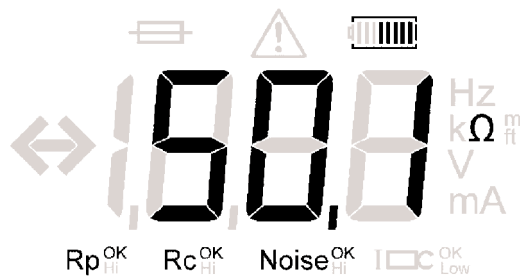

Figura 6: Lectura de la resistencia de tres puntos y de la resistividad de cuatro puntos.
5. La lectura de la resistencia aparecerá en el visor LCD como muestra la Figura 6.
6. La lectura de la resistencia aparecerá en el visor LCD como muestra la Figura 6.